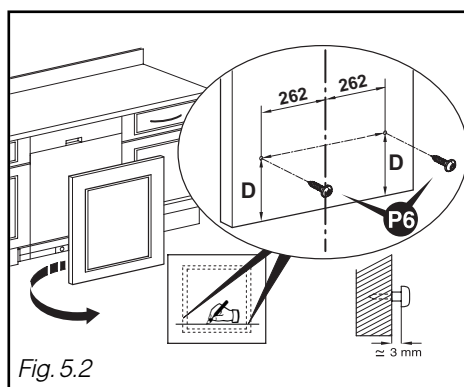

Fig. 5.2
- Calcular a cota $D = A - B$, fazer um traço na cota **D** atrás do painel, na parte inferior (Fig. 5.2)
- Posicionar as duas localizações do parafuso a 262 mm do eixo do painel de madeira. Pôr os 2 parafusos **P6** (Fig. 5.2)